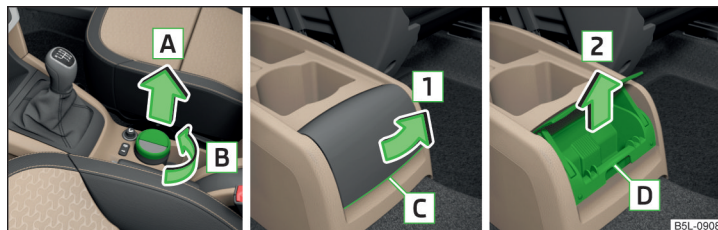

Fig. 79 Scoaterea și deschiderea scrumierei din față / Consola centrală joasă: deschiderea scrumierei din spate/ scoaterea scrumierei din spate
- Scoateți scrumiera în sensul săgeții **[A]** » fig. 79.
- Pentru **deschidere**, prindeți capacul de marginea [C] și deschideți-l în sensul săgeții [1] » fig. 79.